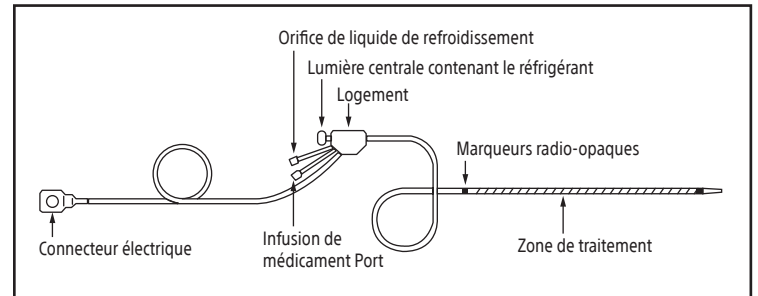

Figure 2. Cathéter de perfusion
**Cathéter de perfusion :** Le cathéter de perfusion est un cathéter à plusieurs lumières doté d'un système de connecteur qui délivre des fluides spécifiés par le médecin dans le système vasculaire (voir Figure 2). Reportez-vous aux étiquettes d'emballage pour la longueur utile et la taille de la zone de traitement.
Le cathéter de perfusion (figure 2) est un cathéter multi-lumière avec un système de connecteur. Reportez-vous aux étiquettes d'emballage pour la longueur utile et la taille de la zone de traitement.